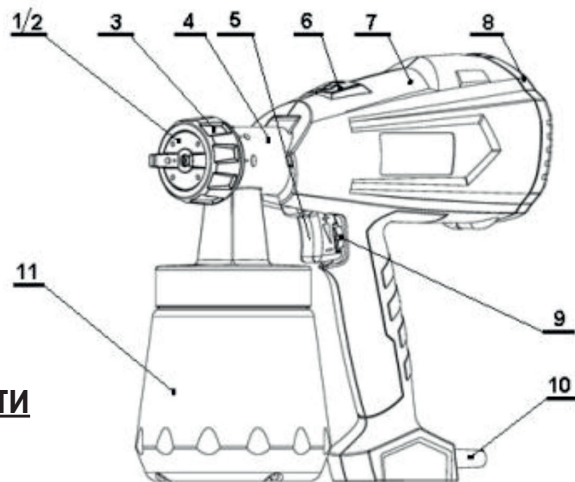
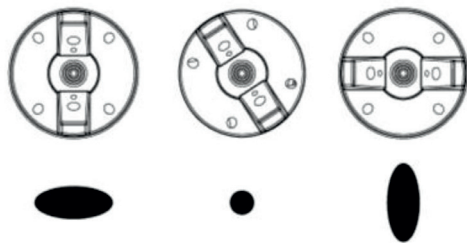
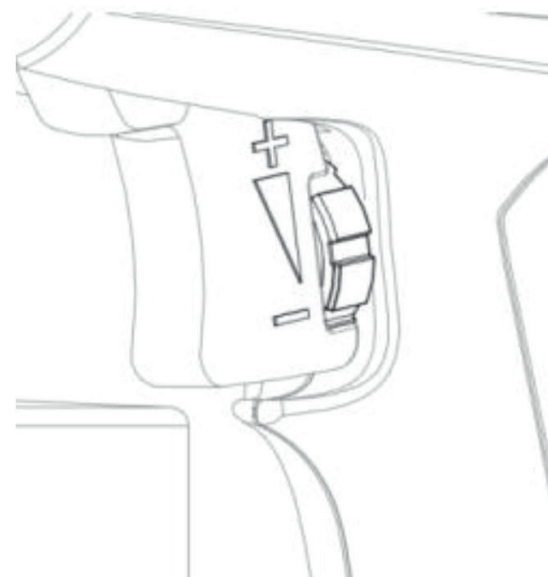

Рис.1
Рис. 3
Рис. 4
На распылителе может быть выбрано три типа факела в зависимости от требуемого результата, см. рис.3. Настройки осуществляются путём поворота сопла при отпущенной накидной гайке 3, см. рис.1.
Для изменения объёма подаваемой краски требуется повернуть колёсико регулятора расхода-9, см. рис.1, в соответствующую сторону: (+) больше и (-) меньше, см. рис. 4.
- отделить распылитель, нажав кнопку разблокировки - 6, см. рис.1, вниз.